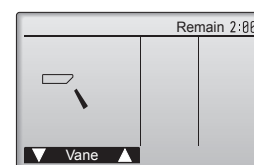

Fig. 7-4
- 2 Trykk på [VELG] for å vise betjeningssskjermen for spjeldene, og trykk deretter på knappene [F1] og [F2] for å kontrollere auto-spjeldene. (Fig. 7-4)